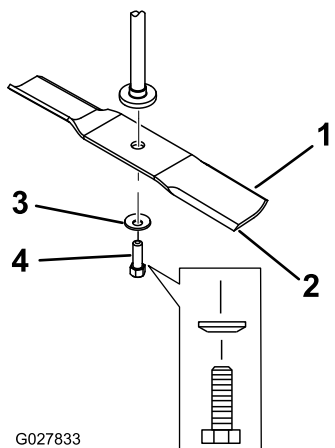

Figure 65
2. Enlevez de l'axe le boulon, la rondelle bombée et la lame (Figure 65).
1. Placez la lame sur l'axe (Figure 65).
2. Montez la rondelle bombée (face concave vers la lame) et le boulon de lame (Figure 65).